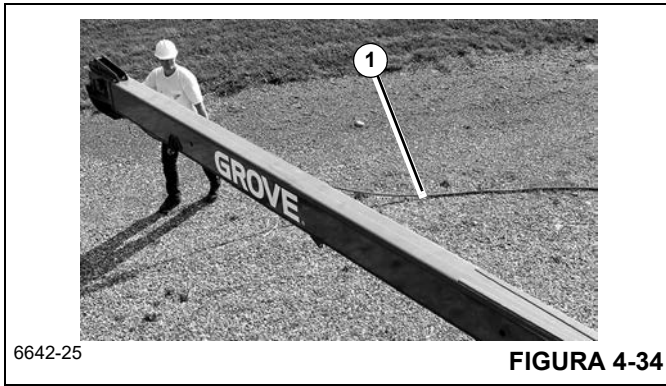

FIGURA 4-34
- 4. Utilizando el cable guía (1, Figura 4-34) para mantener el control de la sección de plegado doble (de extremo), gire la sección de extremo hacia la posición elevada.